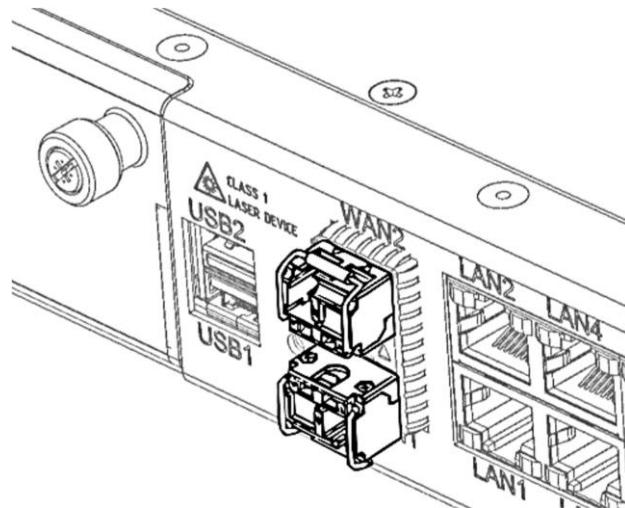
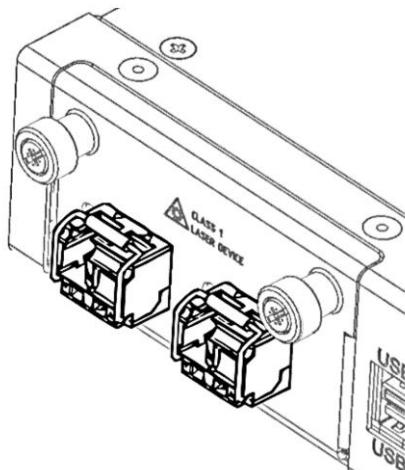

Рисунок 40 – SFP-трансиверы, установленные в слоты изделия
Рисунок 41 – SFP-трансиверы, установленные в слоты модуля расширения
- надавите на трансивер по направлению внутрь корпуса изделия до появления характерного щелчка фиксации (рисунок 40, рисунок 41);